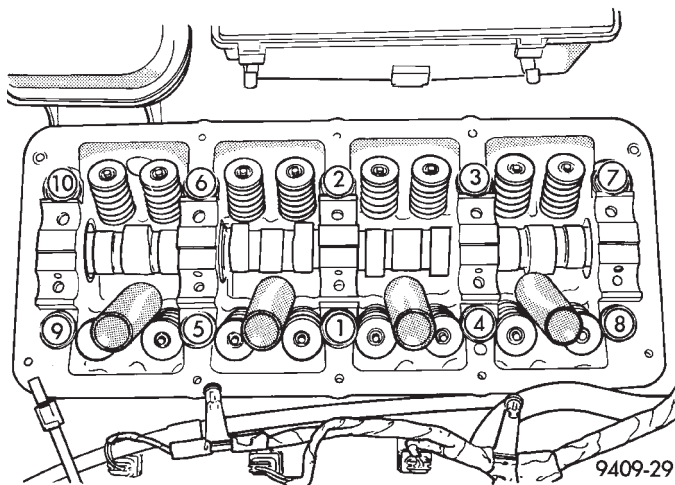

Fig. 42 Secuencia de ajuste de la culata de cilindros
(1) Antes de instalar los pernos de la culata de cilindros, debe lubricar las roscas con aceite de motor. Los 4 pernos cortos de 110 mm (4,330 pulg.) deben instalarse en las posiciones 7, 8, 9 y 10 (Fig. 42).
(2) Apriete los pernos de la culata de cilindros en la secuencia que se muestra en la (Fig. 42). Con el